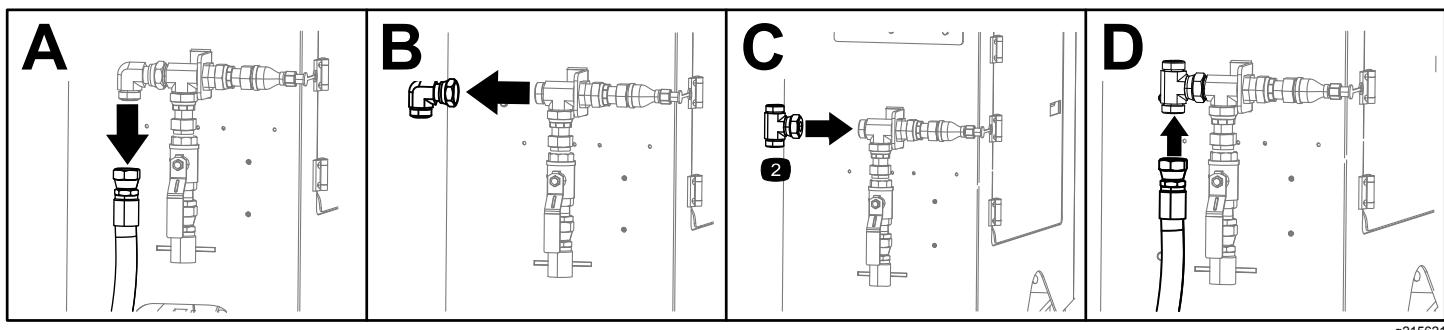

Figura 4
1. Retire o tubo da união na soldadura de controlo traseiro (Caixa A de Figura 4).
2. Retire e guarde a união da soldadura de controlo traseiro (Caixa B de Figura 4).
3. Instale a união em T na soldadura de controlo traseiro (Caixa C de Figura 4); aperte com 301 a 336 N·m.
4. Instale o tubo na união em T (Caixa D de Figura 4).
5. Retire a união (Caixa A de Figura 5) que foi removida no passo 2 (mostrada na Caixa B de Figura 4). Aperte a união com uma força de 301 a 336 N·m.